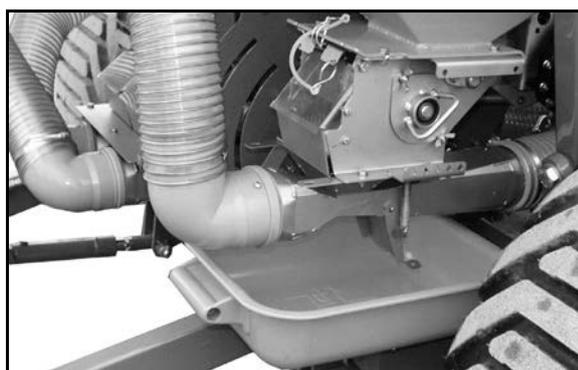

Fig. 90
4. Contrôle de débit d'engrais : mettez l'auget d'étalonnage sous le doseur d'engrais (Fig. 90).